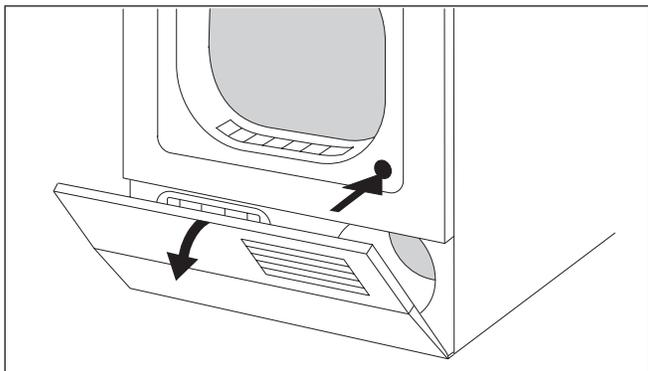

Figure 6.
3. Presser la touche pour ouvrir le panneau entrée/échangeur de chaleur, tel qu'il est indiqué à la figure 6.